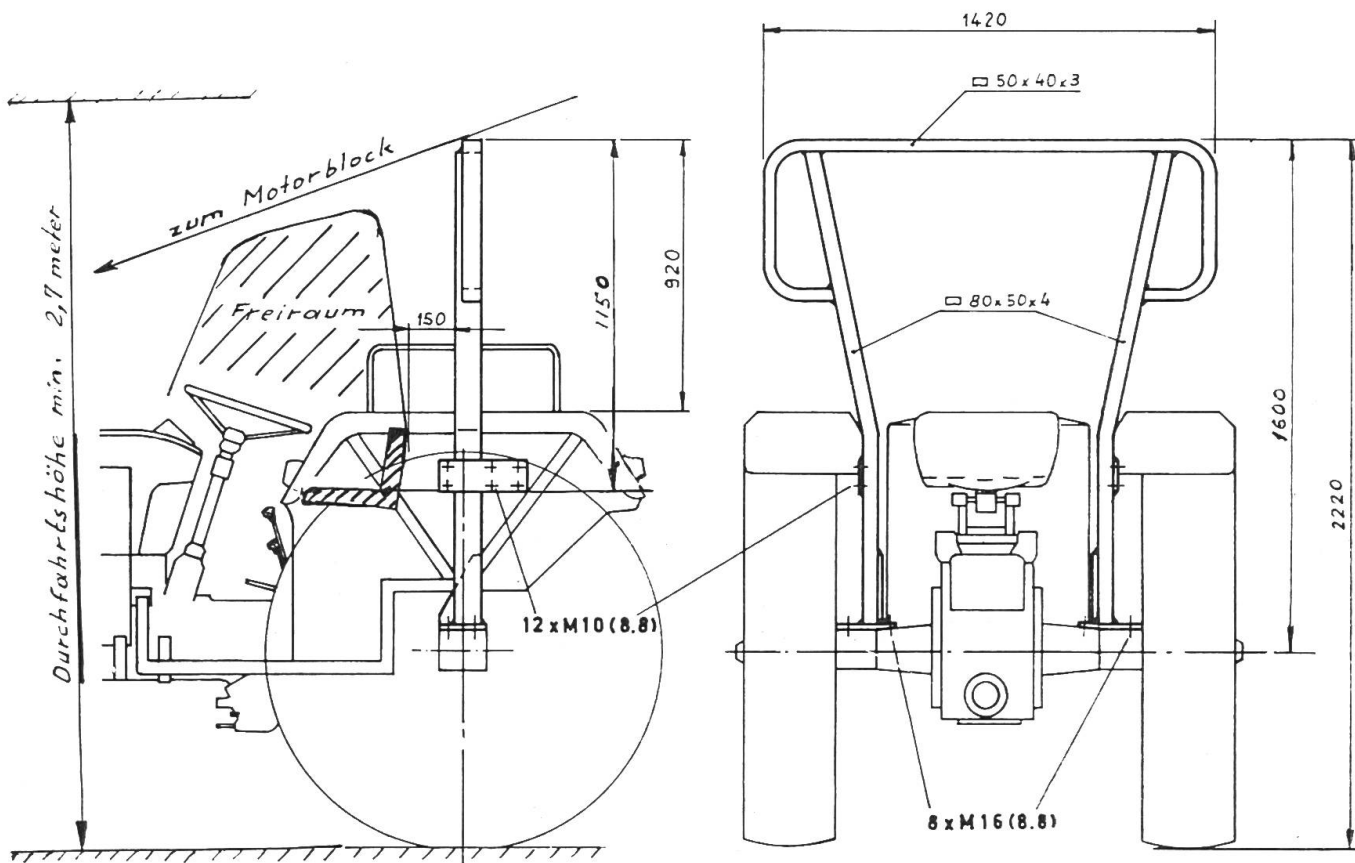

Abb. 4: Ein genügend hoch gebauter Schutzbügel (Freiraum für den Fahrer bleibt erhalten).
die Bügelfestigung auswirken kann. Letztere müssen daher sehr sorgfältig vorgenommen werden (Abb. 4).
- Die *Bauhöhe* (Abb. 4) der Schutzvorrichtung ist so gering wie möglich zu halten, damit die Durchfahrt bei Gebäuden und Garagen möglichst wenig behindert wird. Bei der Planung von Durchfahrten an landwirtschaftlichen Gebäuden sollten die Durchfahrtshöhen, der Höhe der Schutzvorrichtung mit dem Traktor angepasst werden; sie sollten mindestens 2,7 m betragen, für Traktoren ab 70 PS (51 kW) eher 3 Meter.
Der Schutzbügel (Abb. 4)
Er ist in der Regel schmaler als ein Schutzrahmen. Beim Schutzbügel wird der Freiraum durch die gedachte Linie vom Bügel zur vorderen Ecke des Motorblocks gebildet. Daher muss er für die Erhaltung des Freiraumes genügend hoch gebaut werden. Die *Höhe* zwischen Fahrersitzfläche und Dach beträgt mindestens 920 mm und ist bei höchster Sitzstellung zu messen. Anzustreben ist ein *Abstand* von 1100 mm (Abb. 4 und 9). Die lichte *Breite* zwischen den senkrechten Stützen sollte in Ellbogenhöhe gemessen mindestens 600 mm betragen.